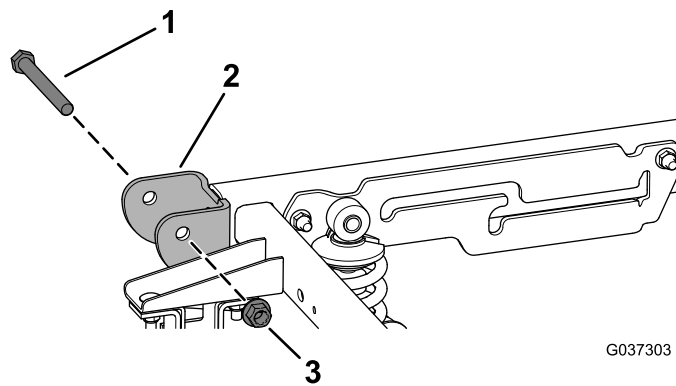

图 3
3. 从机器后部的枢轴支架拧下 2 个枢轴螺栓 $\frac{1}{2} \times 4\frac{1}{2}$ 英寸和 2 个锁紧螺母 $\frac{1}{2}$ 英寸 图 3。